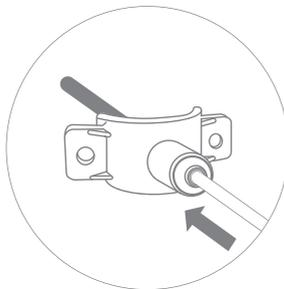

Рис. 10
3. Проденьте пластиковую трубку идущую от фитинга дренажной линии через фитинг хомута, чтобы она вышла с внутренней стороны хомута на 7...10 мм (рис. 10).